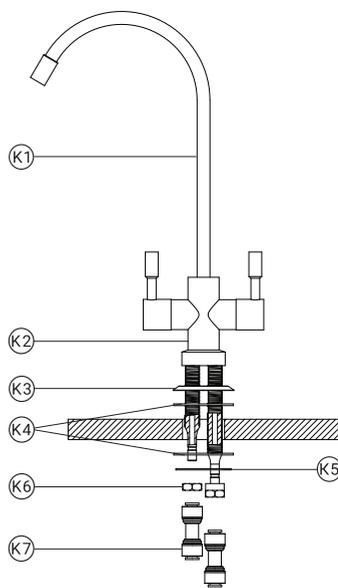

Рис. 15
2. Удалите транспортные заглушки и произведите монтаж крана (рис. 15) в следующей последовательности:
3. Конец трубки, идущей от выхода из фильтра, вставьте через цанговое кольцо в фитинг из комплекта поставки. Установите стопорную клипсу (рис. 15).
4. Фитинг вместе с установленной в него трубкой подключите к штоку крана чистой воды через цанговое кольцо фитинга, установите стопорную клипсу (рис. 15).